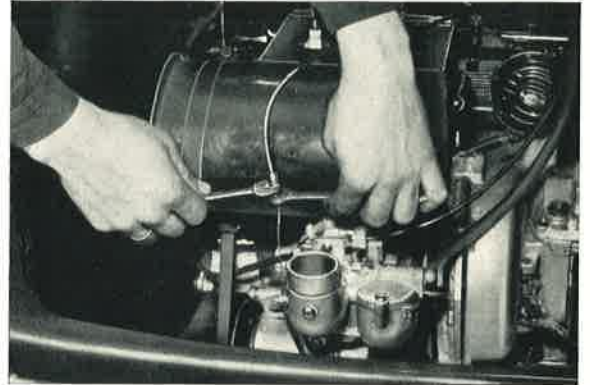

Bild 112: Der Gaspedal-Bowdenzug wird aus dem Halter an der Abdeckhaube gelöst und herausgezogen.
6. Gasbowdenzug am Widerlager (Halteblech) der Motor-Abdeckhaube abschrauben (zwei Maulschlüssel 10 mm) (Bild 112).